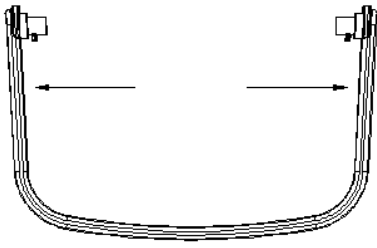

Abb.1
- 1) Fassen Sie beide Seiten des mit Pfeilen gezeigten Griffs mit den Händen und ziehen Sie sie nach außen (siehe Abb.1).